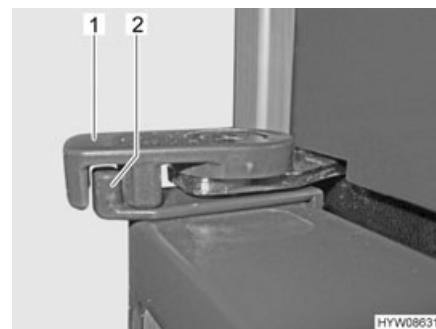

Fig. 108 Leva di serraggio (posizione di ricircolo d'aria)
- Ruotare la leva di serraggio (Fig. 108,1) verso il centro del frigorifero. La rientranza esterna della leva di serraggio deve essere riportata nel nasello di chiusura (Fig. 108,2). In questo modo la porta del frigorifero rimane ferma in posizione socchiusa.